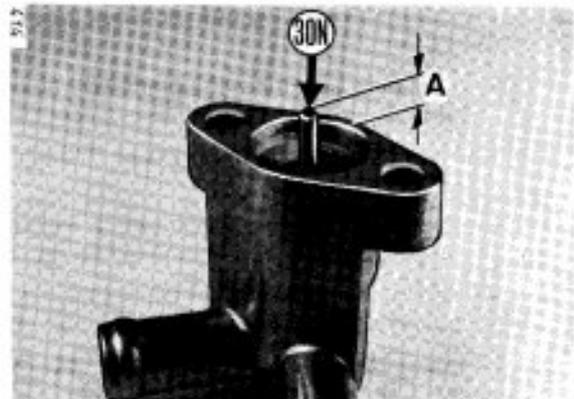

Bild 12
2.8 Dehnstoffelement (Bild 12)